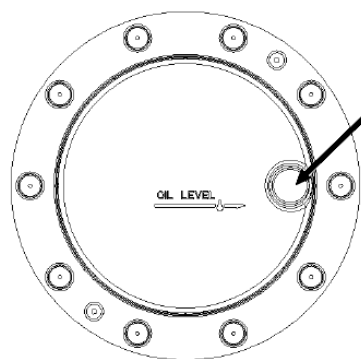

Рис. 5.23. Пробка контрольно-заливного отверстия планетарной передачи
Для того чтобы проверить уровень масла в планетарных передачах, как переднего, так и заднего мостов, необходимо каждое колесо установить так, чтобы контрольное отверстие планетарной передачи оказалось спереди на уровне оси колеса (Рис. 5.23)
3. Установить машину так, чтобы контрольно-заливные (сливные) отверстия (Рис. 5.23) планетарных передач мостов оказались (поочередно) в нижнее положение и слить масло из планетарных передач.